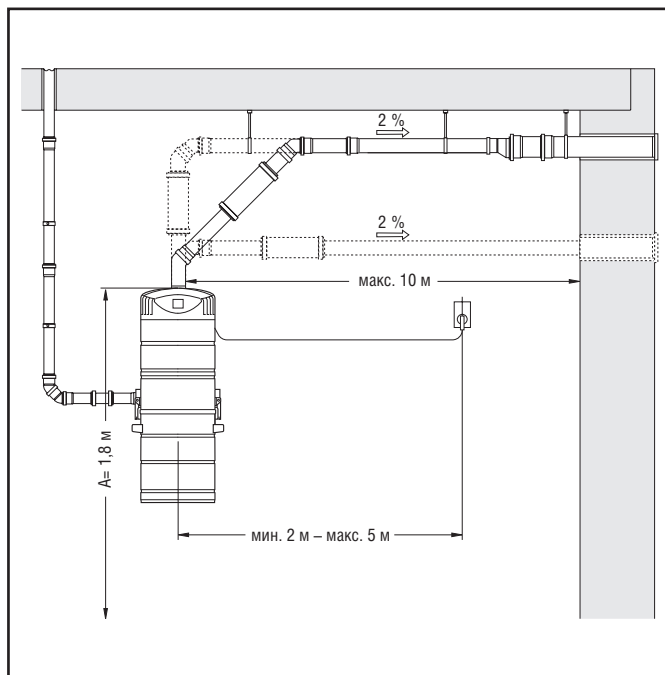

Рис. 6-23: Пример монтажа центрального пылесоса тип 2000 и 3000
- Для типов 2000 и 3000 подвести выхлопной трубопровод (RAUPIANO Plus Dy 75) в соответствии с рис. 6-23 к выходному патрубку центрального пылесоса.
- В каждый выхлопной трубопровод следует смонтировать шумоглушитель между центральным пылесосом и проемом в стене (рис. 6-23 и 6-24).